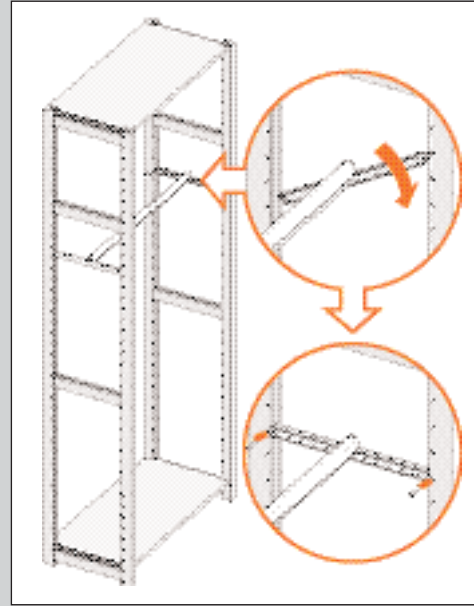

ABBILDUNG 93
3. Stecken Sie die Traversen in die hinteren Nuten des Ständers und haken Sie die Traversen auch in die vorderen Nuten ein (siehe Abb. 93).